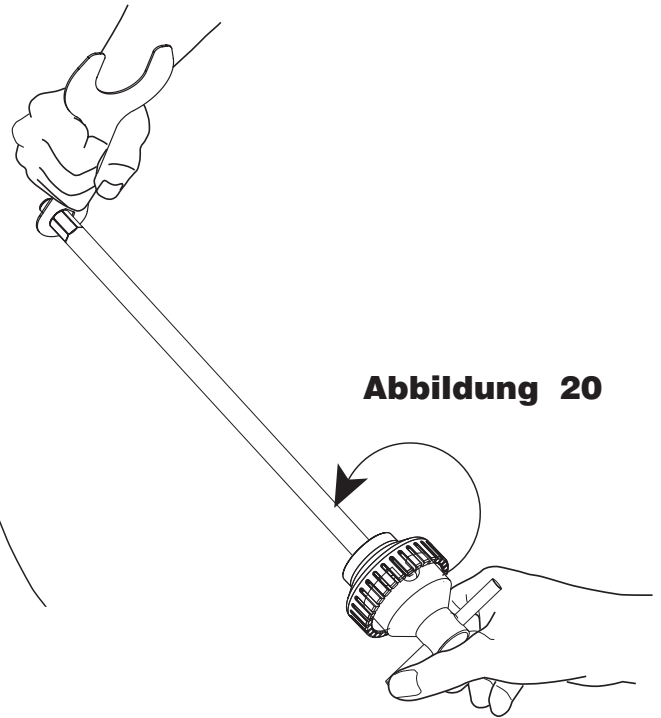

Abbildung 20
2) Laufrad mit den vorgesehenen Schlüsseln blockieren, so wie gezeigt (Abb. 20)